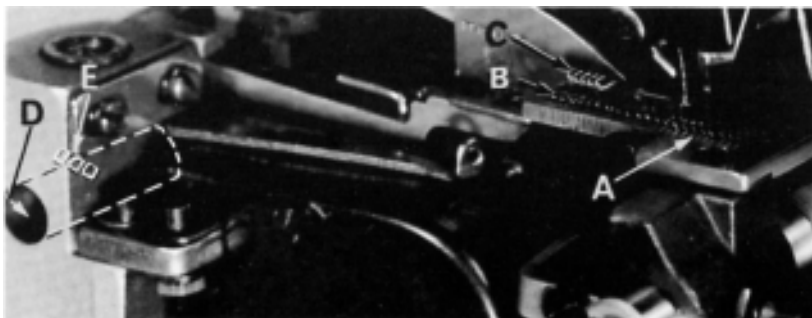

FIG. 9
Set the main and the chaining feed dogs (A and B, fig. 9) so that the top surfaces of teeth all lay in the same plane. This can be checked by laying a rule on the feed dog teeth. After mounting throat plate, feed dogs should be leveled with throat plate surface by rotating feed tilting adjusting pin (C, Fig. 9). This pin raises or lowers the back end of feed bar. The feed dogs must be aligned when their teeth just appear above the throat plate surface.
Screw (D, Fig. 9) locks the feed tilting adjusting pin.
Bauen Sie den Haupt- und den Ketteltransporteur (A und B, Fig. 9) so ein, daß die Oberkante der Zähne in einer Ebene liegen. Dies kann man durch Auflegen eines Lineals über die Zähne prüfen. Der Haupttransporteur wird durch Drehen am Transport-Einstellbolzen (C, Fig. 9) in einer Ebene mit der Stichplattenoberfläche gebracht. Dieser Einstellbolzen hebt oder senkt das hintere Ende des Transporteurträgers. Der Transporteur muß zu dem Zeitpunkt, an dem die Zähne gerade an der Stichplattenoberfläche erscheinen, ausgerichtet werden.
Mit der Schraube (D, Fig. 9) wird der Transport-Einstellbolzen befestigt.
If it becomes necessary to move looper thread pull-off (AF) be sure to take up all end play in needle drive shaft before tightening. If upper looper is located so that it is higher over throat plate than recommended in (Fig. 9) the purl will tend to form near top edge. If upper looper is too low, the purl will form nearer the bottom edge.
Muß der Fadenabzugsbügel (AF) verstellt werden, so ist darauf zu achten, daß jegliches Spiel auf der Nadelantriebsachse beseitigt ist, bevor die Befestigungsschraube angezogen wird. Wenn der Obergreifer über der Stichplatte höher steht als in (fig. 9) empfohlen, so erfolgt die Fadenbindung mehr an der oberen Stoffkante, Während bei tieferer Greiferstellung die Bindung mehr an die untere Stoffkante zu liegen kommt.